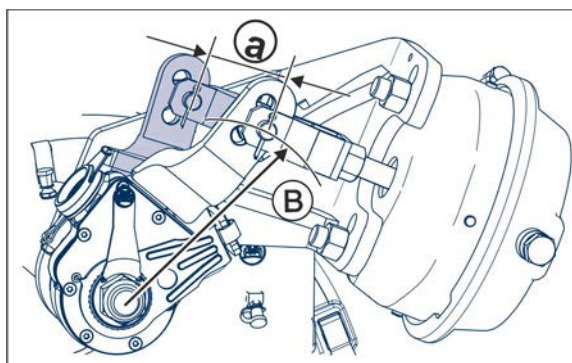

Fig. 123
1. Trykk sammen filterhuset (Fig. 123/1) ved de to flikene.
4. Trykk sammen filterhuset (Fig. 123/1) ved de to flikene.